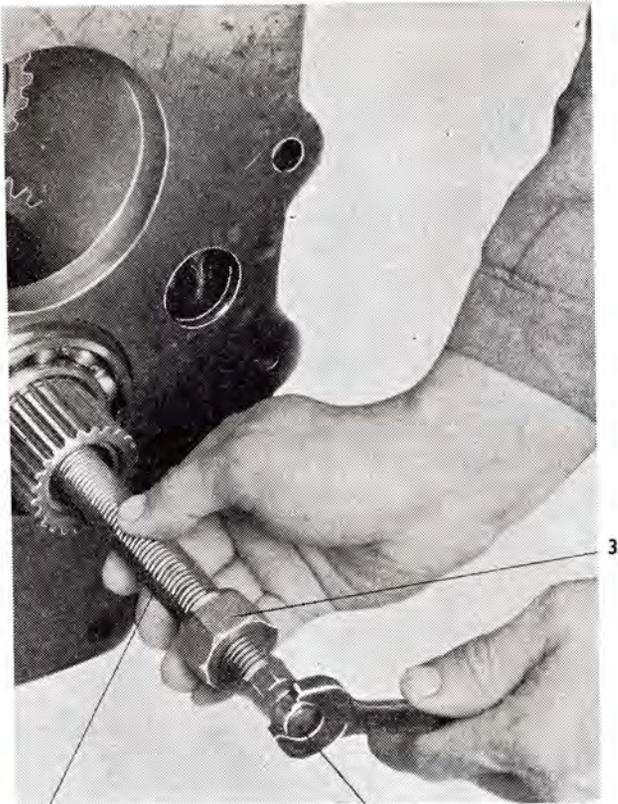
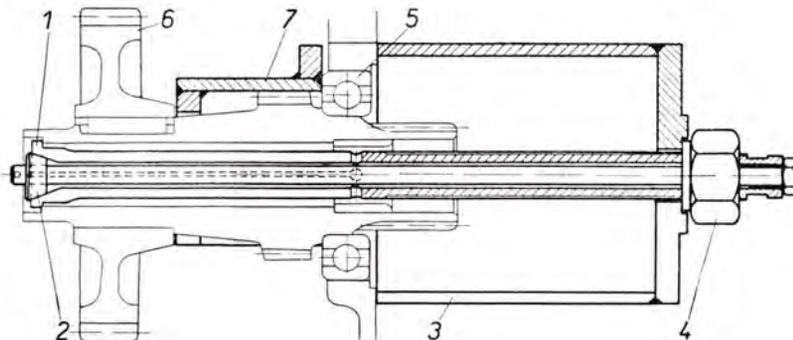

Abb. 121
Abb. 122
1. In die Hohlwelle der Reduktion ist der Abzieher der Spezial-Montagevorrichtung (Abb. 121/1) so einzuschieben, dass er sich mit der Ansatzfläche (Abb. 122/1) gegen die Aussparung der Hohlwelle abstützt. Mit einer Schraube (Abb. 121/2) ist der Kegel (Abb. 122/2) in den Abzieher hineinzuziehen.
2. Zwischen die Rückwand des Getriebegehäuses und die Mutter (Abb. 122/4) ist ein Stützrohr (Abb. 122/3) einzulegen.
Durch Festziehen der Mutter (Abb. 122/4) wird die Hohlwelle der Reduktion samt dem Lager 6210 (6208, 6310 — Abb. 122/5) aus der Rückwand des Getriebegehäuses herauspresst. Dadurch wird gleichzeitig die Hohlwelle mit dem Dauereingriffsrad der Reduktion (Abb. 122/6) aus dem Lager 6210 N (6208 N, 6310 N), das in der Innenwand des Getriebegehäuses bleibt, herausgeschoben.
3. Beim Herausnehmen der Hohlwelle der Reduktion aus dem Getriebegehäuse ist zwischen das Zahnrad des ständigen Eingriffs der Reduktion und die Innenwand des Getriebegehäuses eine Spreitze (Abb. 122/7) einzulegen, die ein Bestandteil des Abziehers für das Dauereingriffsrad der Reduktion ist. Durch Festziehen der Mutter des Abziehers (Abb. 122/4) wird das Dauereingriffsrad der Reduktion von der Hohlwelle abgezogen.